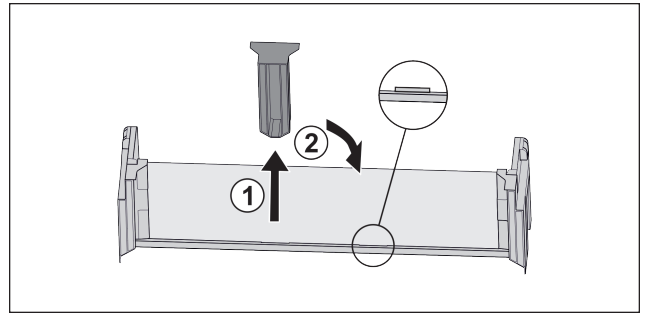

Fig. 54*
- ▶ Middelste vasthoudeel lostrekken Fig. 54 (1).*
- ▶ Middelste vasthoudeel in tweede positie inzetten Fig. 54 (2).*